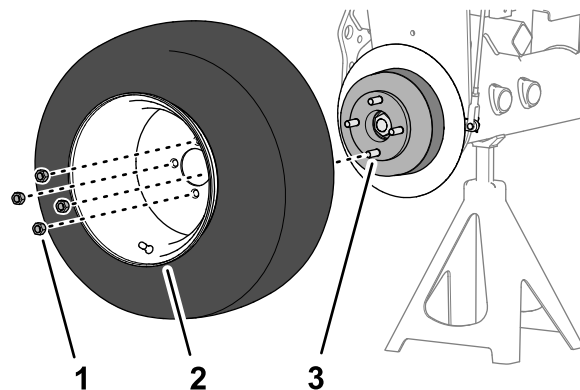

Bild 60
1. Entfernen Sie die vier Radmutter, mit der das Vorderrad an der Nabe befestigt ist, und nehmen Sie das Rad ab (Bild 60).